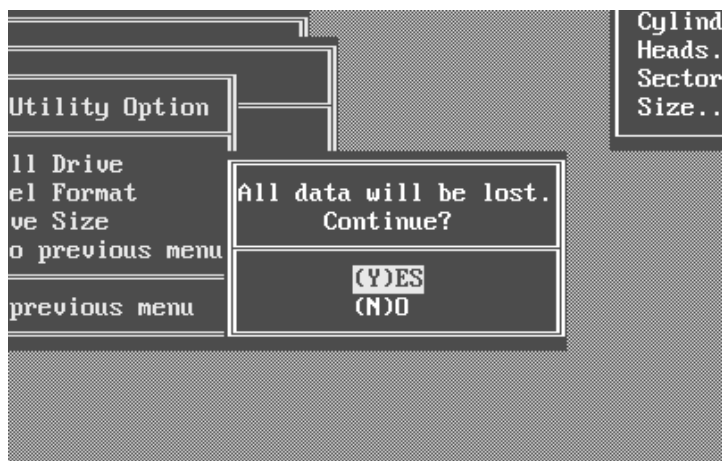

图 3-70 再次确认
(6) 确认之后，还会显示让你再次确认的窗口，选择“YES”。如图 3-70 所示。